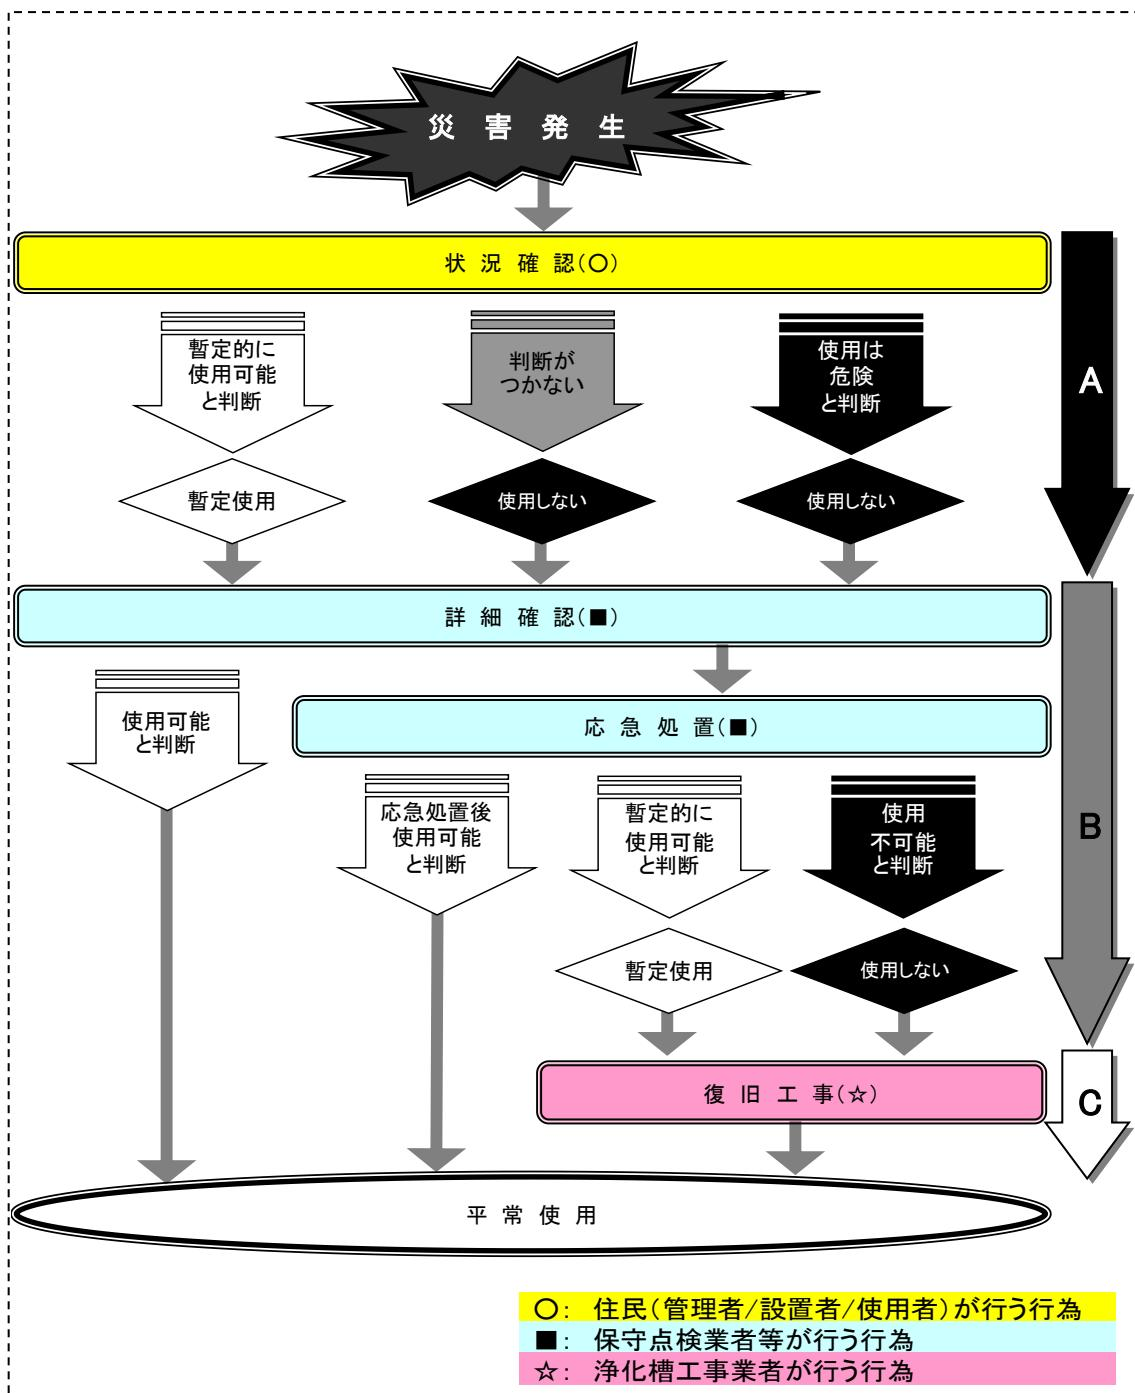

図2－5－1 災害発生後の対応業務の例
①	自ら被災した場合に、その被害を最小限に抑え、業務を継続または可及的速やかに再開させるための 事業継続計画 (BCP:Business Continuity Plan) を策定 する。
②	緊急時における 社内外の連絡体制を確立 しておく。
③	被災した浄化槽への 応急対策に用いる資材等を備蓄 し、転倒・浸水しないよう保管する。
④	地域のハザードマップを参照し、災害時における契約エリアの 巡回パターンのシミュレーション を行う。
⑤	マンホールロックは浄化槽内への土砂の流入を防止するのに有効であるため、保守点検の作業後、全ての マンホールロックを施錠 する。
⑥	本マニュアルについて、その内容を確認する。
災害発生後の浄化槽に関する対応業務は、以下の3つ段階に区分される【参考文献⑤、⑥】(図2－5－1)。
災害発生後に行う「詳細確認」ならびに「応急処置」は、原則的に浄化槽管理者と契約している保守点検業者が担うこととなるが、その前段となる「状況確認」について、住民が実施するために用いる状況確認用チェックシート(図2－5－2)について災害発生前から住民に周知を図り、住民への緊急連絡先の通知も含め災害時の情報伝達の円滑化を図ることが求められる。また、津波によるマンホールの流失等が生じた場合等の浄化槽の応急